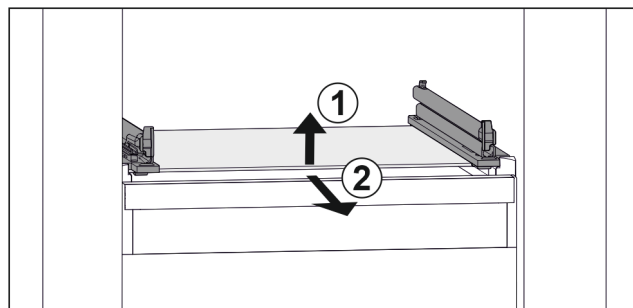

Fig. 50 Приблизне відображення скляної пластини
- ▶ Підняти скляну пластину спереду. Fig. 50 (1)
- ▶ Вийняти скляну пластину рухом вперед. Fig. 50 (2)